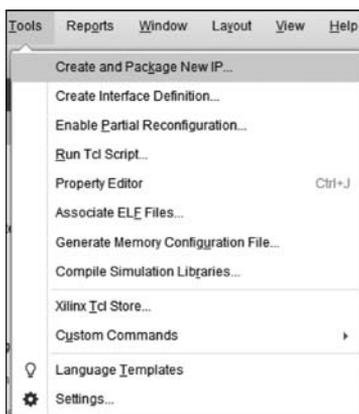
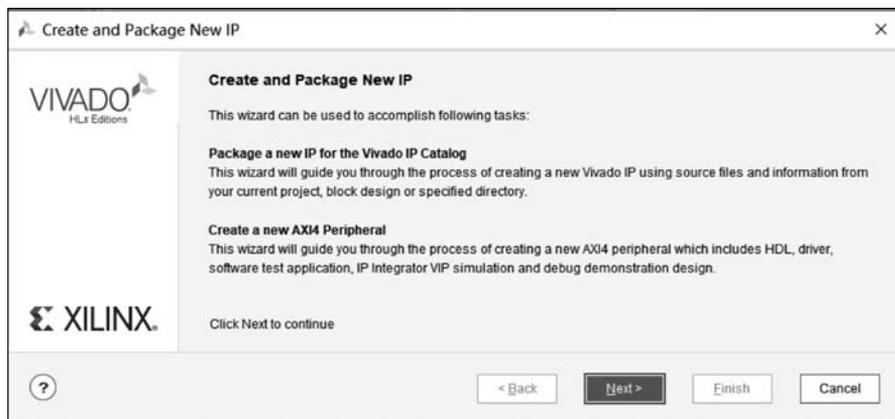

图 3.38 创建和封装新的 IP
图 3.39 创建和封装新 IP 的启动界面
(2) 在 Vivado 主界面中,选择菜单 Tools 中的 Create and Package New IP 命令,如图 3.38 所示,启动创建和封装新 IP 的过程。此过程的启动界面如图 3.39 所示。